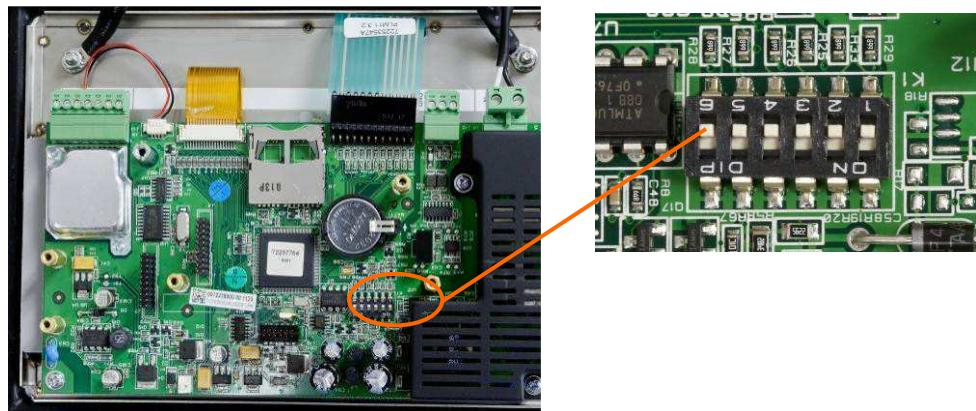

图 2-46: 主板上开关 1 位置
主板上有个 6 位拨码开关.见图 2-46.
1. 确定秤台>类型>认证下已经选择了正确的区域，将计量开关 SW1-1 设为 ON (参考图 2-46 和表 2-11)。